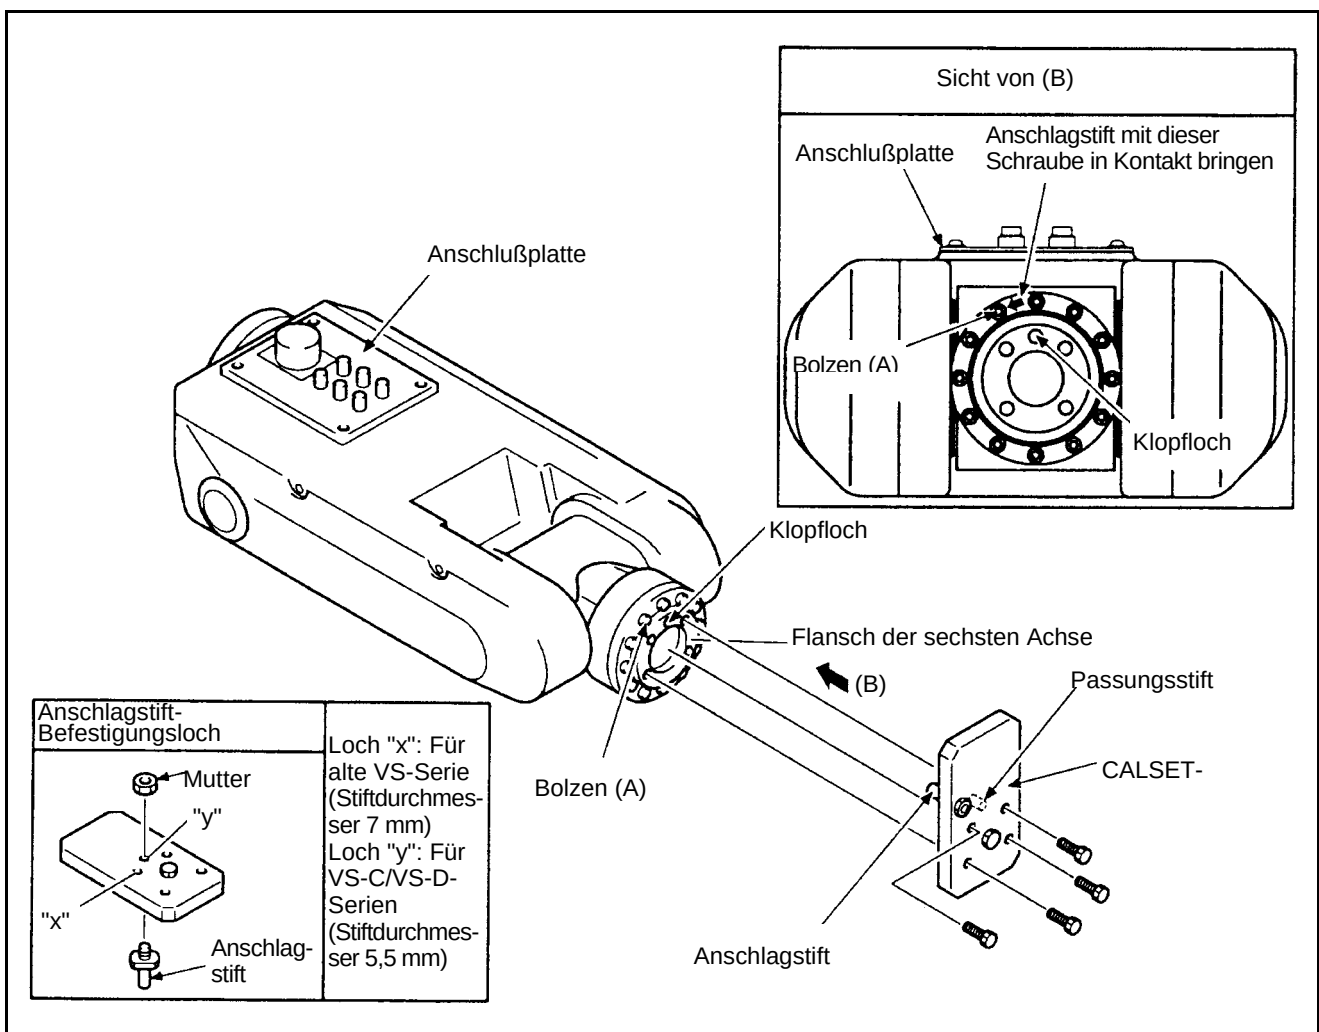

Abbildung 4-16 Anbringen einer CALSET-Schablone (VS-D-Serie)
6. Achse	Ende dreht in positive Richtung, eingestellt durch CALSET-Schablone (siehe Abbildung 4-16)